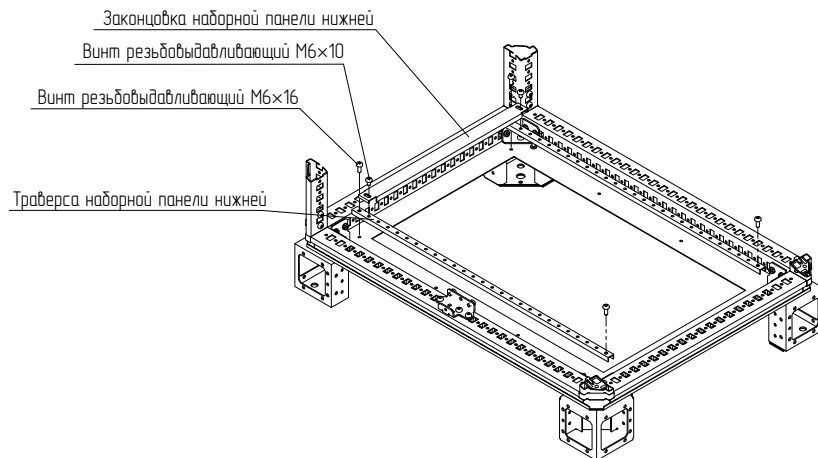

Рисунок 128
4.41.3 Приложить траверсы наборные панели нижней к основанию и закрепить винтами М6х16 (рисунок 128). Момент затяжки – 7 Н·м.
4.41.4 Установить законцовку наборную панели нижней на траверсы и закрепить винтами М6х10 (рисунок 128). Момент затяжки – 7 Н·м.